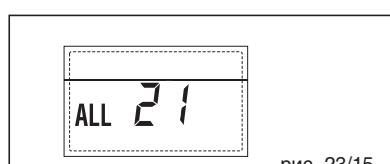

рис. 23/15
- СРАБАТЫВАНИЕ ПРЕДОХРАНИТЕЛЬНОГО ТЕРМОСТАТА ВТОРОЙ СМЕШАННОЙ ЗОНЫ "ТРЕВ 22" (рис. 23/16)